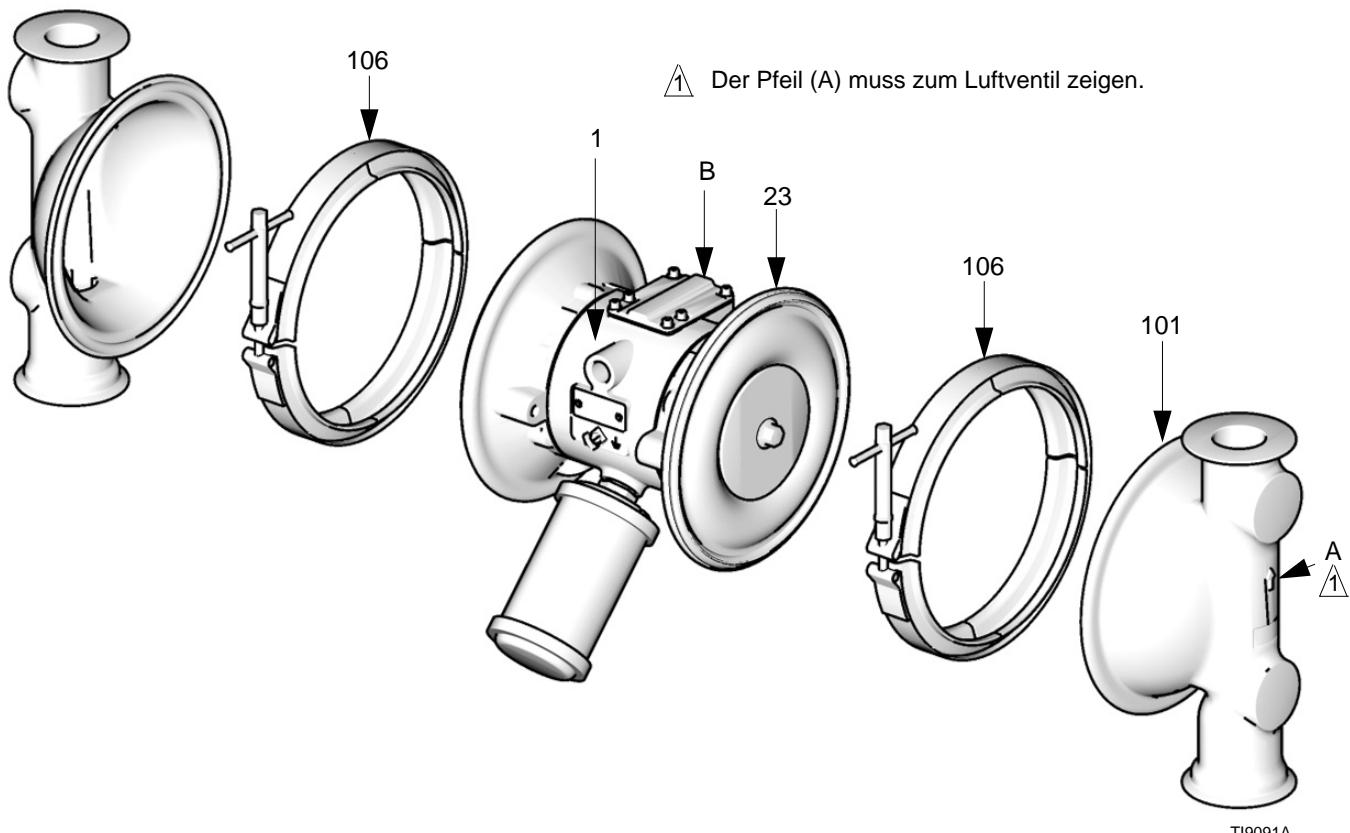

ABB. 10
3. Die Klammer (106) abnehmen, mit denen die Materialdeckel (101) an den Luftdeckeln (23) befestigt sind. Die Materialdeckel (101) von der Pumpe abziehen. Siehe ABB. 10.
- c. Die Membrane (403*) anbringen. Darauf achten, dass die mit AIR SIDE markierte Seite zum Mittelgehäuse (1) zeigt.
- d. An PTFE-Modellen die Rückplatte (401*) auf die Schraube stecken. Darauf achten, dass die mit AIR SIDE markierte Seite zum Mittelgehäuse (1) zeigt.
- e. Die luftseitige Membranplatte (104) so anbringen, dass die abgerundete Seite zur Membran (401) zeigt. An dieser Platte ist die Artikelnummer eingestanzt.
- f. Mittelstarkes (blaues) Gewindefaftmittel auf das Gewinde der Schraube (107) auftragen. Die Schraube handfest in die Welle (24) schrauben.
3. Die Membranwelle (24) der Länge nach und an den Enden einfetten und durch das Gehäuse (1) schieben.
5. Eine Wellenschraube (107) mit einem Schlüssel halten und die andere Schraube auf 81-95 N•m (60-70 in-lb.) bei max. 100 U/min anziehen.
6. Die Materialdeckel (101) und das Mittelgehäuse (1) so ausrichten, dass die Pfeile (A) an den Deckeln in dieselbe Richtung zeigen wie das Luftventil (B). Die Deckel mit den Klemmen befestigen. Siehe ABB. 10.